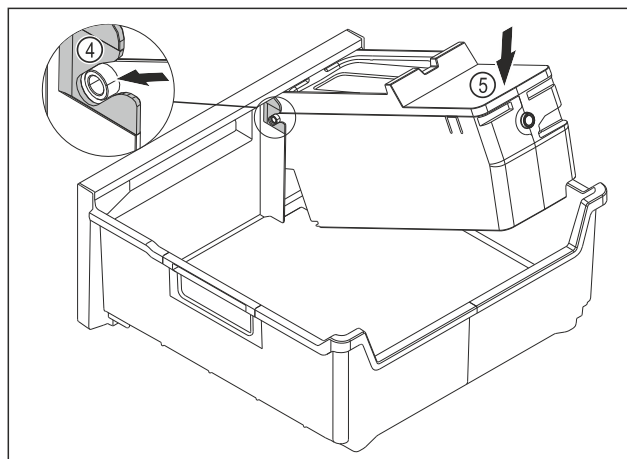

Fig. 147
- Montera EasyTwist-Ice-enheten: Skjut in axlarna på EasyTwist-Ice-enheten i styrningarna Fig. 147 (4).
- Tryck EasyTwist-Ice-enheten Fig. 147 (5) baktill nedåt.